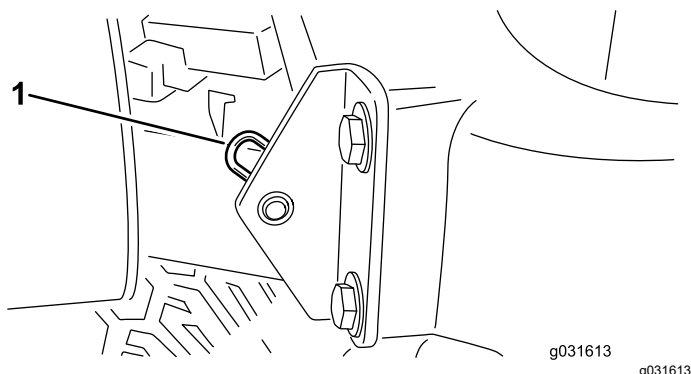

Рисунок 74
2. Снимите игольчатый шплинт крепления оси поворота капота к монтажным кронштейнам (Рисунок 74).